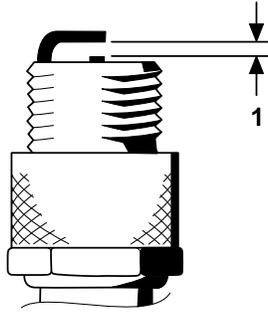

Figure 42
4. Réglez l'écartement entre les électrodes centrale et latérale à 0,76 mm, comme montré à la Figure 42.